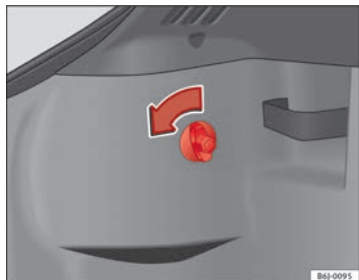

Abb. 161 Zugang zu den Rückleuchten
- Die Schraube von Hand oder mit einem Schraubendreher in Richtung des Pfeils ⇒ Abb. 161 drehen.
- Nehmen Sie den Stecker aus der Aufnahme **(A)** ⇒ Abb. 161.